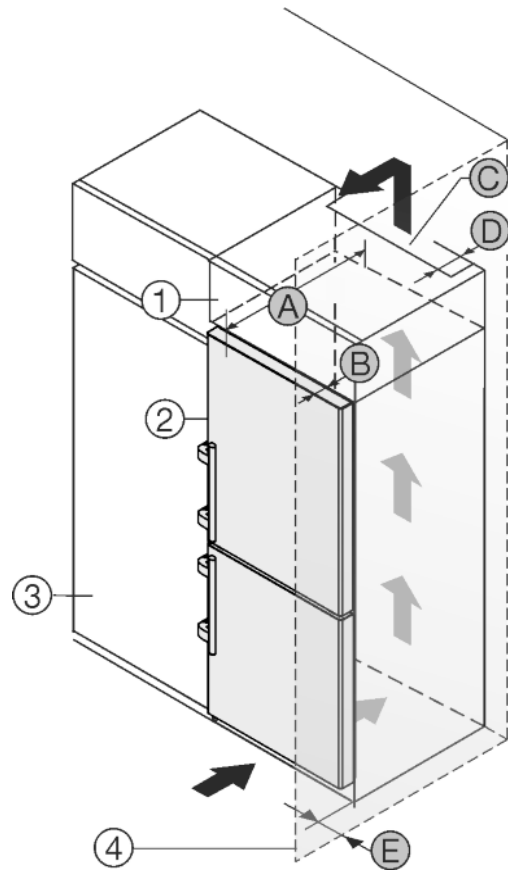

Fig. 13
A készüléket körbe lehet építeni konyhaszekrényekkel. Rá lehet szerelni Fig. 13 (2) egy rátétszekrényt, hogy a készüléket a konyhabútorok magasságához Fig. 13 (1) igazítsa.
A készüléket közvetlenül a konyhaszekrény Fig. 13 (3) mellett is felállíthatja. Ahhoz, hogy az ajtókat teljesen ki tudja nyitni, a készüléknek a konyhaszekrény elülső oldalához képest legalább a mélységnek Fig. 13 (B) megfelelően ki kell állnia. A konyhaszekrények mélységétől és a fali távolságtartók használatától függően a készülék nagyobb mértékben is kiállhat.
Ha a készüléket közvetlenül egy konyhaszekrény Fig. 13 (3) mellé állítja, akkor a készüléktől legalább 5 cm-es távolságot kell tartani. Ahhoz, hogy az ajtókat teljesen ki tudja nyitni, a készüléknek a konyhaszekrény elülső oldalához képest legalább a mélységnek Fig. 13 (B) megfelelően ki kell állnia. A konyhaszekrények mélységétől és a fali távolságtartók használatától függően a készülék nagyobb mértékben is kiállhat.
- A rátétszekrény hátoldalán egy mélységű *Fig. 13 (D)* szellőző aknákat kell a rátétszekrény teljes szélességében kialakítani.
- A mennyezett alatt be kell tartani a szellőző keresztmetszetet *Fig. 13 (C)*.
Mikor a készüléket a csuklópántokkal egy fal *Fig. 13 (4)* mellett állítja fel, akkor a készülék és a fal közti távolságot *Fig. 13 (E)* be kell tartani. Ez nyitott ajtó esetén megfelel a fogantyú túlnyúlásának.